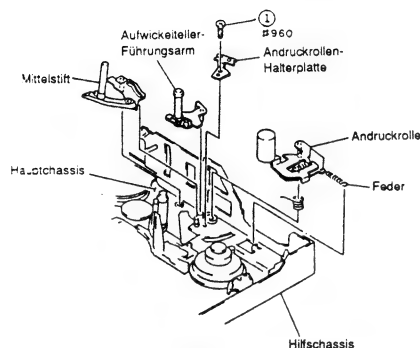

Abb. 2-54
- 1) Eine (1) Befestigungsschraube der Andruckrollen-Halteplatte entfernen (siehe Abb. 2-54).
- (1) Andruckrolle
- 3) Die Feder zwischen der Andruckrolle und dem Hilfschassis freigeben (siehe Abb. 2-54).
- (2) Aufwickelteller-Führungsarm, Mittelstift
- 3) Den Aufwickelteller-Führungsarm aus dem Hilfschassis herausziehen (siehe Abb. 2-54).
- 5) Den Mittelstift aus dem Hauptchassis herausziehen (siehe Abb. 2-54).